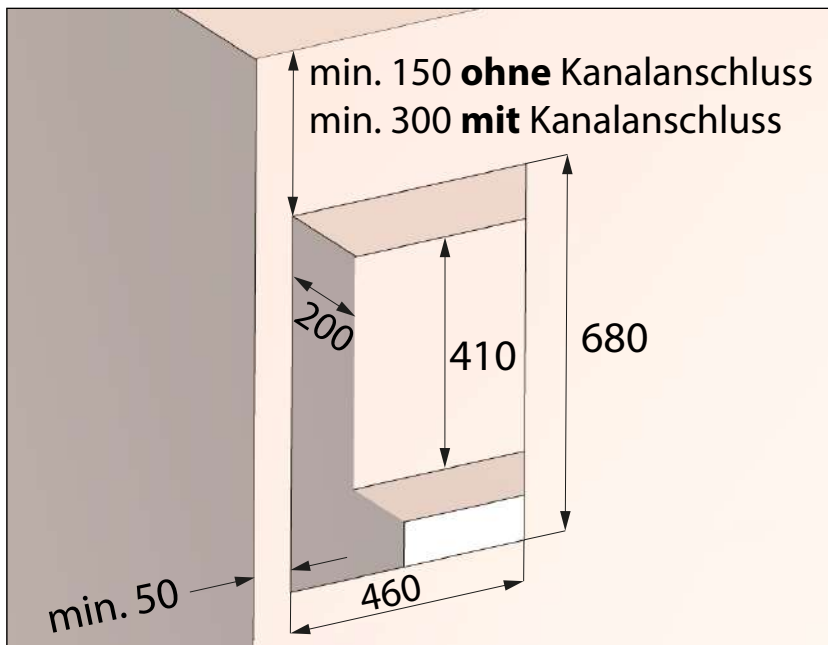

Abb. 8: Mauerdurchbruch für Montageset **ohne** Füllstück, Maße in Millimeter
- Mauerdurchbruch mit Nische (siehe Abb. 8 auf Seite 18) für Montageset **ohne** Füllstück M-WRG-II M/Fü